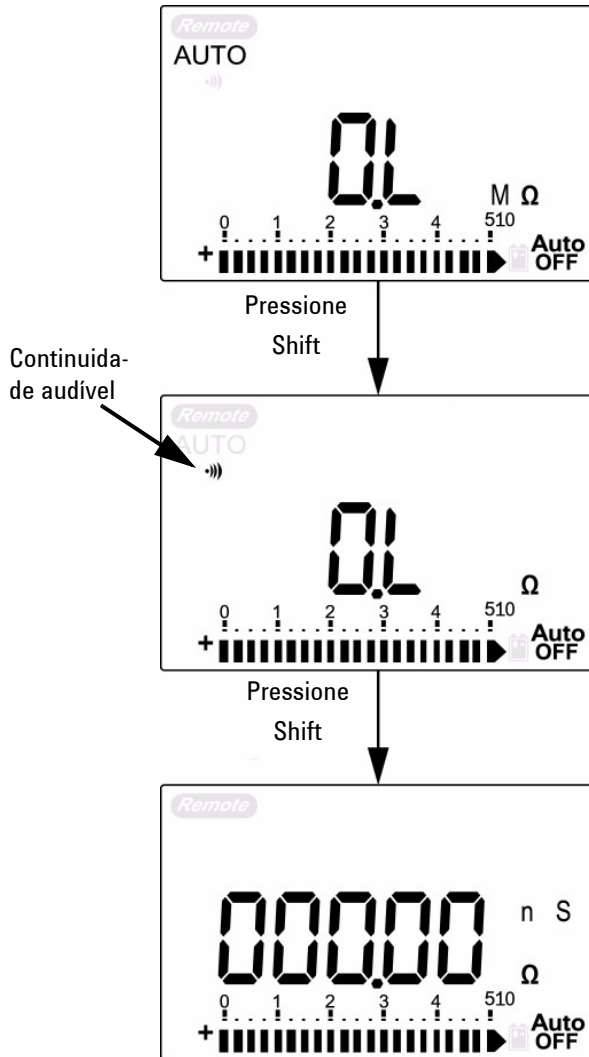

Figura 2-8 Teste de continuidade audível, condutância e resistência.
- 4 Pressione  para passar pelos testes de continuidade audível, condutância e resistência, como na Figura 2-8.